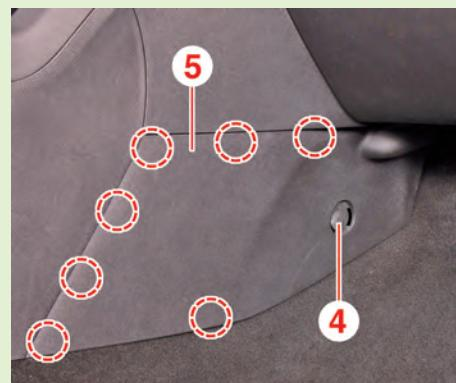

Fig.3
- Déposer à l'aide de la pince [1] (Fig.3) :
- l'agrafe (4),
- la garniture latérale (5).